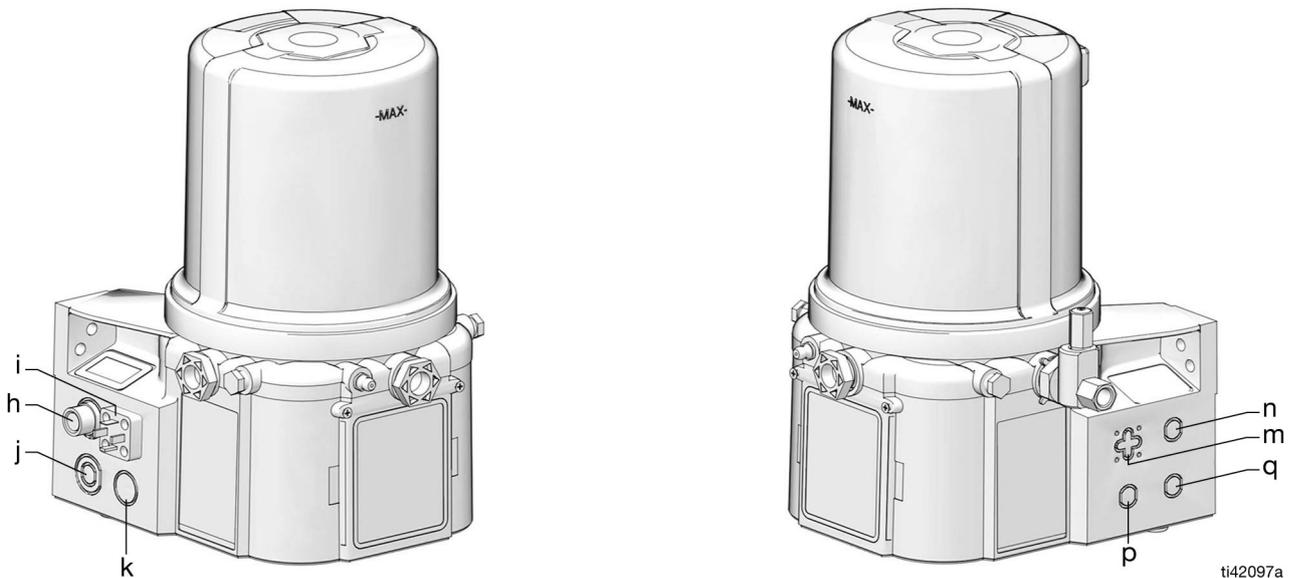

FIG. 1
**NOTA:** Los códigos h - q hacen referencia a una ubicación específica en la bomba G3. Consulte estas ubicaciones en la FIG. 1.